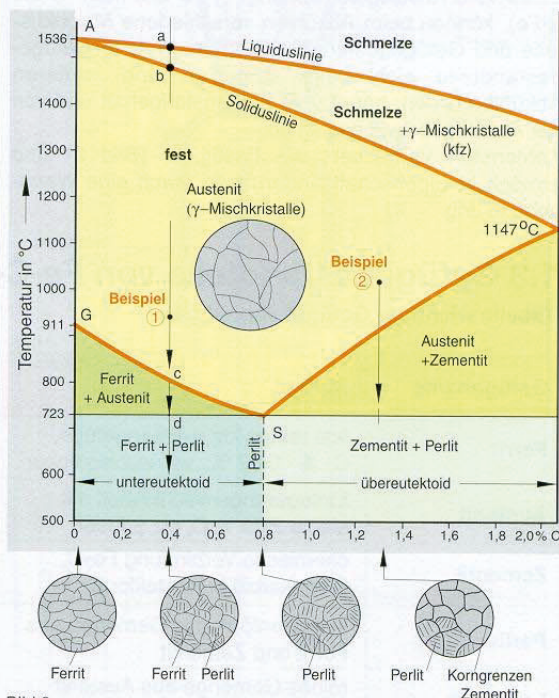

Bild 2
Wenn Stahl **weniger als 0,8 % C** enthält, bildet sich aus dem Austenit oberhalb von 723 °C bei der Abkühlung so lange Ferrit (C-frei), bis der Restaustenit 0,8 % erreicht, der bei 723 °C zu Perlit wird (siehe Beispiel ①, in Bild 2). Stahl mit weniger als 0,8 % C bezeichnet man als untereutektoid.
Wenn Stahl **mehr als 0,8 % C** enthält, wird aus dem Austenit bei der Abkühlung so lange Fe₃C an den Korngrenzen ausgeschieden, bis der Restaustenit 0,8 % C erreicht hat und bei 723 °C zu Perlit umgewandelt wird. (siehe Beispiel ② in Bild 2). Stähle mit mehr als 0,8 % C bezeichnet man als übereutektoid.